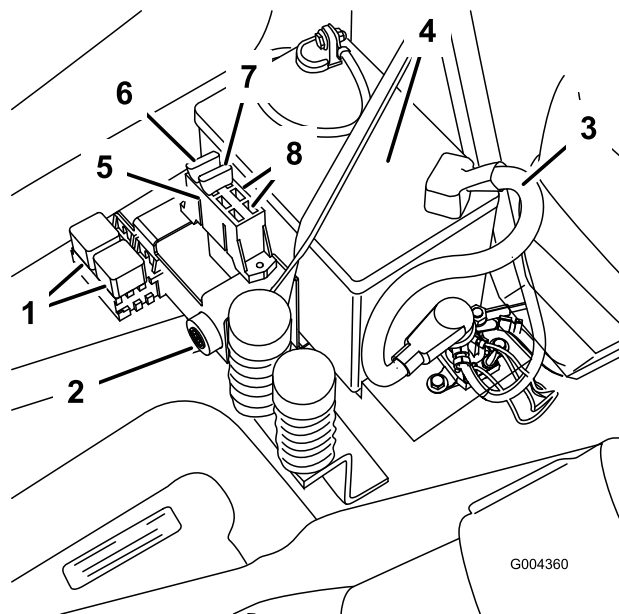

Figure 45
1. Soulevez le siège pour accéder au porte-fusibles (Figure 45).
2. Pour remplacer un fusible, tirez dessus pour l'enlever (Figure 45).